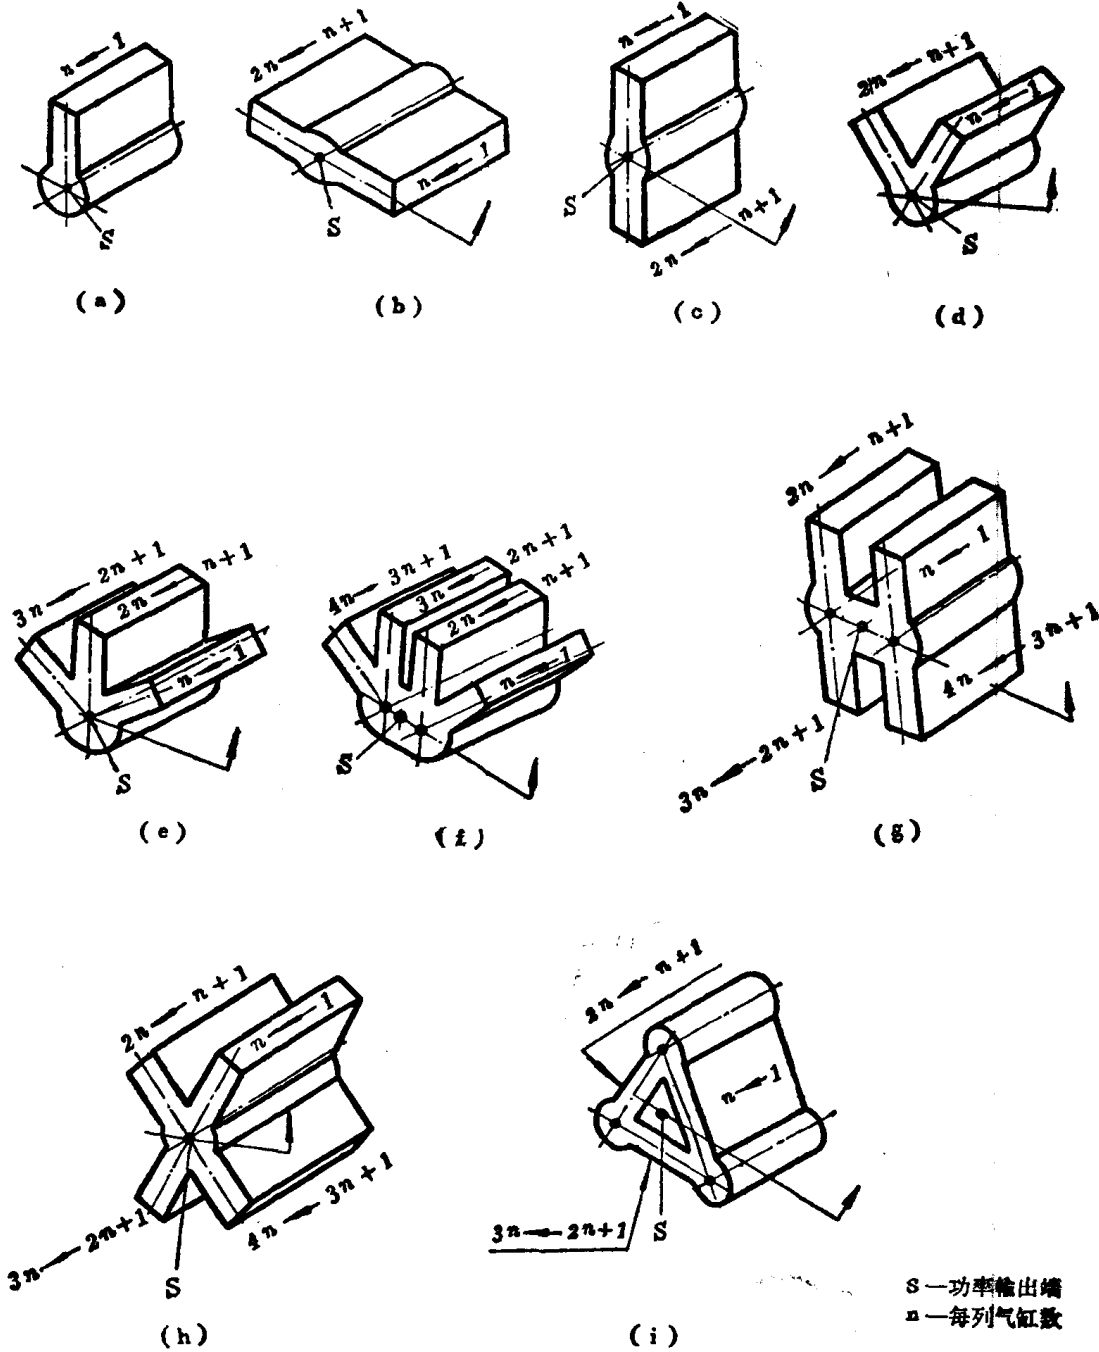

图2 內燃机气缸編号示例
- (1) 单排立式内燃机，靠自由端的一缸为第1缸，向功率输出端方向依次编为第2缸、第3缸……等等。即1, 2, 3…… $n$ 。见附录图2(a)。
- (2) 卧式对置气缸内燃机，右边的一列气缸由自由端开始编为1, 2, 3, …… $n$ ；左边的一列依次编为 $n+1$ ,  $n+2$ ,  $n+3$ , …… $2n$ 。见附录图2(b)。
- (3) 立式对置气缸内燃机，上面的一列气缸由自由端开始编为1, 2, 3, …… $n$ ；下面的一列依次编为 $n+1$ ,  $n+2$ ,  $n+3$ , …… $2n$ 。见附录图2(c)。
- (4) V型及W型的内燃机，最右边的一列气缸由自由端开始编为1, 2, 3, …… $n$ ；沿逆时针方向依次编各列气缸为 $n+1$ ,  $n+2$ ,  $n+3$ , …… $2n$ 及 $2n+1$ ,  $2n+2$ ,  $2n+3$ , …… $3n$ 等等。见附录图2(d), (e), (f)。
- (5) X型和H型的内燃机，右上角的一列气缸由自由端开始编为1, 2, 3, …… $n$ ；然后沿逆时针方向依次编其余各列气缸为 $n+1$ ,  $n+2$ ,  $n+3$ , …… $2n$ 及 $2n+1$ ,  $2n+2$ ,  $2n+3$ , …… $3n$ 等等。见附录图2(g), (h)。
- (6) 三角形内燃机，右边的一列气缸由自由端起编为1, 2, 3, …… $n$ ，然后分别编左边的一列和下边的一列气缸为 $n+1$ ,  $n+2$ ,  $n+3$ , …… $2n$ 及 $2n+1$ ,  $2n+2$ ,  $2n+3$ , …… $3n$ 。见附录图2(i)。